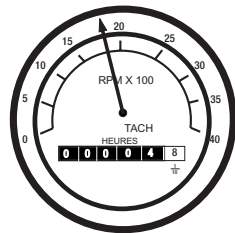

Figure. 50 Jauge de Tachymètre du Moteur
12. *L'indicateur du tachymètre* (Figure 50) indique le régime moteur lorsque le générateur est en marche. En situation de fonctionnement normal, la vitesse est d'environ 1800 TPM.